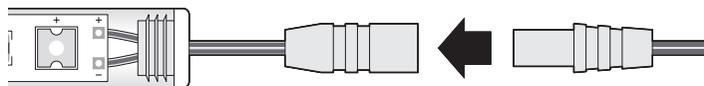

Bild 8
1. Einspeisungsverbinder in die Steckverbindung der LED-Platine stecken (Bild 8).